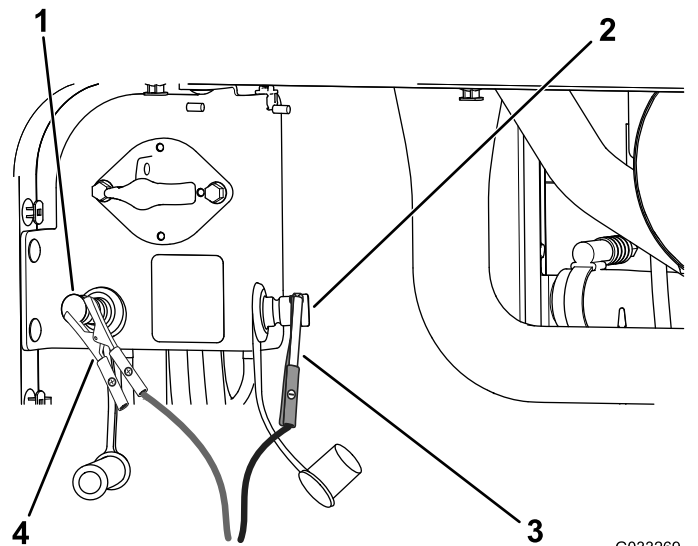

Figura 105
4. Ligue o cabo positivo do carregador da bateria ao polo positivo de arranque (Figura 105).
5. Ligue o cabo negativo do carregador da bateria ao polo negativo de arranque (Figura 105).
7. Quando as baterias estiverem totalmente carregadas, desligue o carregador da tomada elétrica e em seguida desligue os cabos do carregador dos polos de arranque (Figura 105).